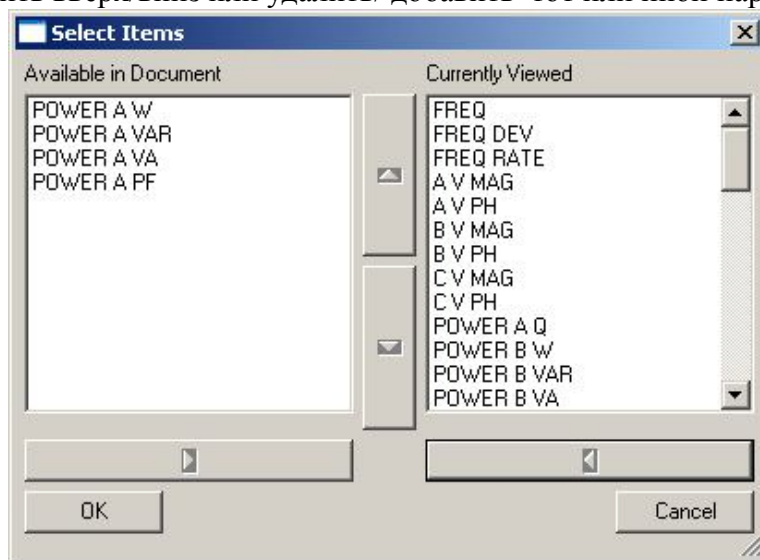

Рисунок 54
9.2.3.3 Для настройки фильтра информационных данных выберите в ПО PSCSV™ >View> Filter Data и в диалоговом окне рисунок 54, при помощи кнопок последовательно нажимая переместить вверх/вниз или удалить/ добавить тот или иной параметр